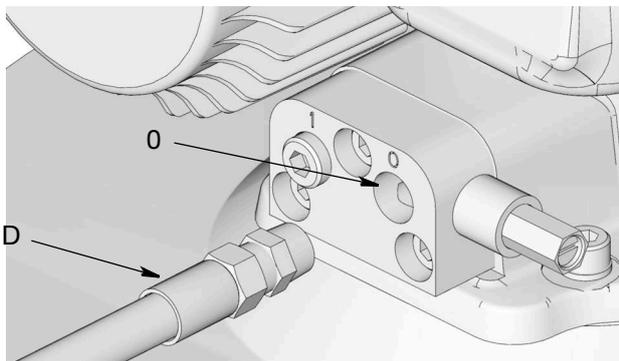

图 63: 润滑剂输出接头
8. 连接定时器/控制器 (F) (用户提供, 若使用)。
9. 将高压润滑剂供应管路 (D) 连接到排气阀或歧管的润滑剂输出接头 (O) 上 (图 63)。